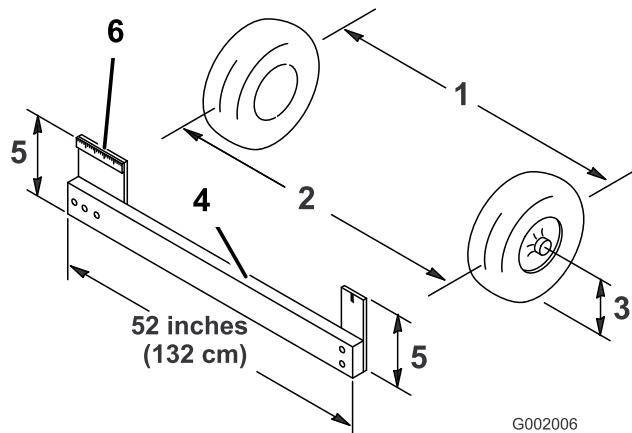

Figura 58
4. Mida la distancia entre los neumáticos delanteros a la altura del eje, en la parte delantera y trasera de las ruedas (Figura 58). Es necesario utilizar una plantilla para medir la distancia entre la parte trasera de las ruedas delanteras a la altura del eje. Utilice la misma plantilla para medir con precisión la parte delantera de las ruedas delanteras a la altura del eje (Figura 58).